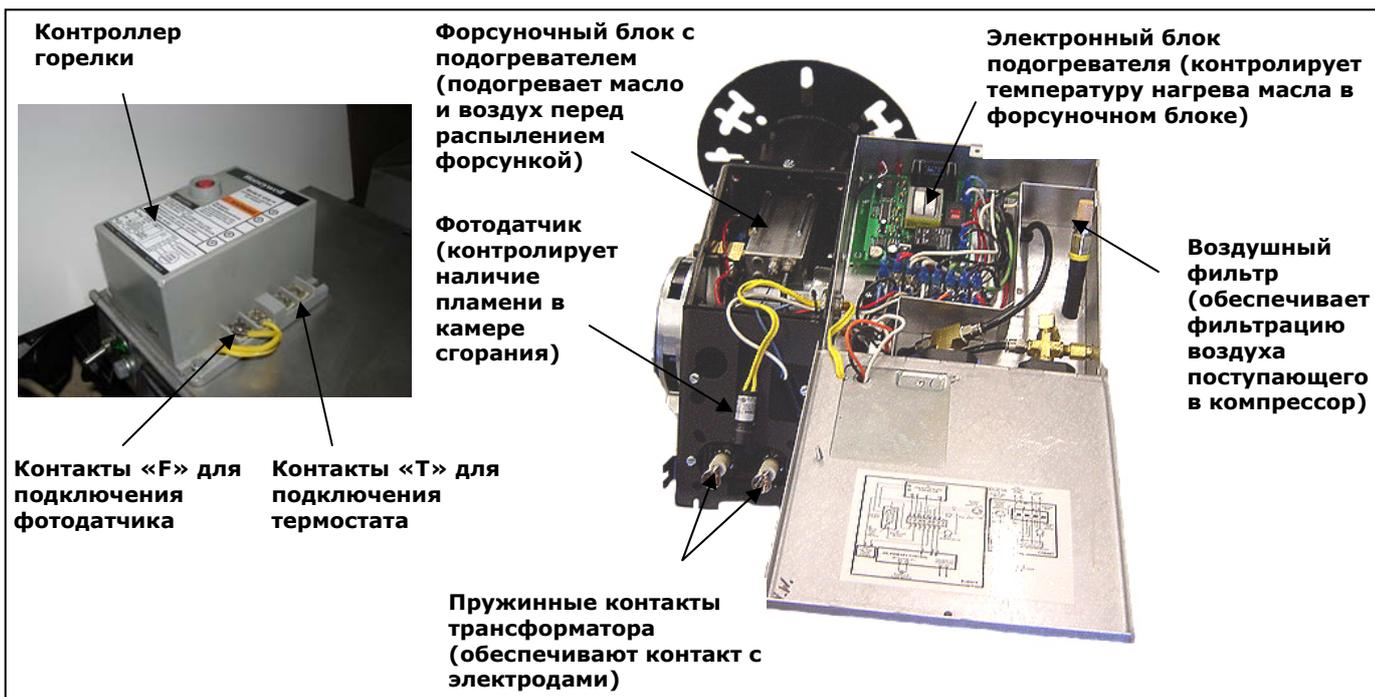

Рис. 2 Горелка с открытыми крышкой электронного блока и трансформатором
7.2 Убедитесь что термостат, подключенный к контактам «Т» контроллера горелки (рис.2), находится в выключенном состоянии (установлен на отметку температуры меньше комнатной). Подайте напряжение на горелку включив автоматический выключатель на 16 Ампер. Переверните тумблер выключателя напряжения на горелке в положение «ON» (ВКЛ.), должен загореться зеленый индикатор питания. Дождитесь, когда подогреватель в форсуночном блоке нагреется до рабочей температуры (3 - 5 минут), загорится оранжевым цветом индикатор готовности к работе. Переверните регулятор температуры на комнатном термостате в режим нагрева, не дожидаясь истечения 15 секунд (иначе горелка выключится, перейдя в аварийный режим) соедините перемычкой или зажимом типа «аллигатор» контакты «F» контроллера горелки. Это позволит исключить из автоматики защиты горелки фотодатчик, который, не зарегистрировав пламени в камере сгорания воздухонагревателя, отключил бы горелку.